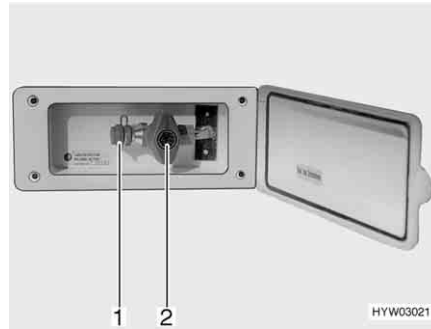

Bild 159 Externer Gasanschluss, Gasabsperrentil geschlossen
Der externe Gasanschluss (Bild 159) befindet sich je nach Modell am Heck oder auf der linken bzw. rechten Fahrzeugseite.
- Externes Gasgerät an der Anschluss-Stelle (Bild 159,1) anschließen.
- Das Gasabsperrentil (Bild 159,2) öffnen.